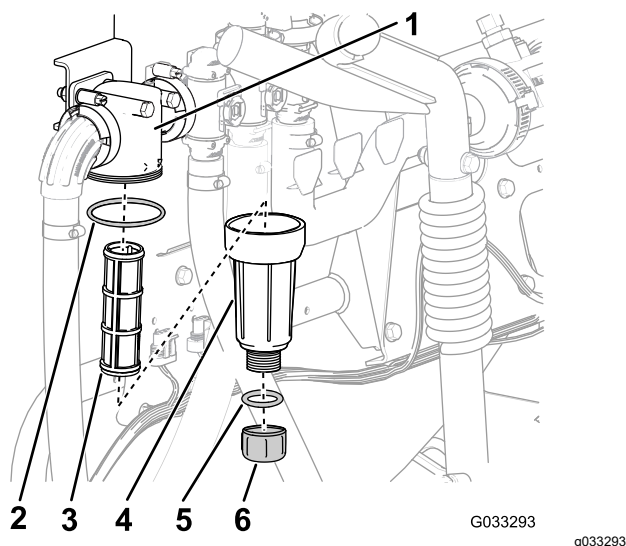

Figura 60
2. Allineate una bacinella di spurgo sotto il filtro della pressione (Figura 60).
3. Ruotate il tappo di spurgo in senso antiorario e rimuovetelo dal pozzetto del filtro della pressione (Figura 60).
4. Ruotate il pozzetto in senso antiorario e rimuovetelo dalla testa del filtro (Figura 60).
5. Togliete il vecchio elemento del filtro della pressione (Figura 60).
6. Controllate l'O-ring del tappo di spurgo (situato all'interno del pozzetto) e l'O-ring del pozzetto (situato all'interno della testa del filtro) per escludere danni e usura (Figura 60).
7. Montate il nuovo elemento del filtro della pressione sulla testa del filtro (Figura 60).
8. Montate il pozzetto sulla testa del filtro e serrate manualmente (Figura 60).
9. Montate il tappo sul pozzetto e serrate manualmente (Figura 60).